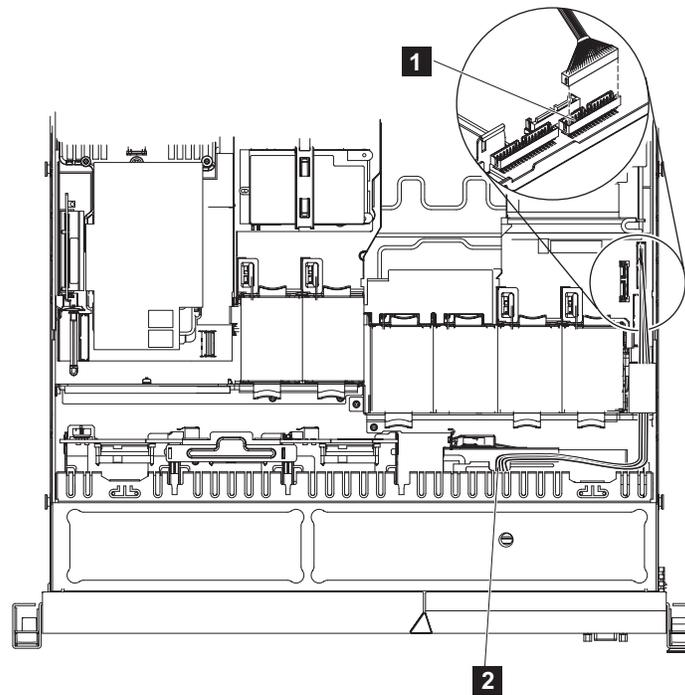

図 226. SAN ポリリューム・コントローラー 2145-CF8 オペレーター情報パネル・ケーブルの切り離し
3. 図 226 に示すように、ノードの右側のビデオ/USB ケーブル・コネクタの上のコネクタからケーブルを切り離します。